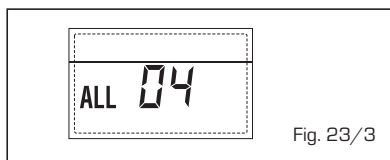

Fig. 23/3
- **ANOMALÍA SONTA IDA CALEFACCIÓN "ALL 05" (fig. 23/4)**